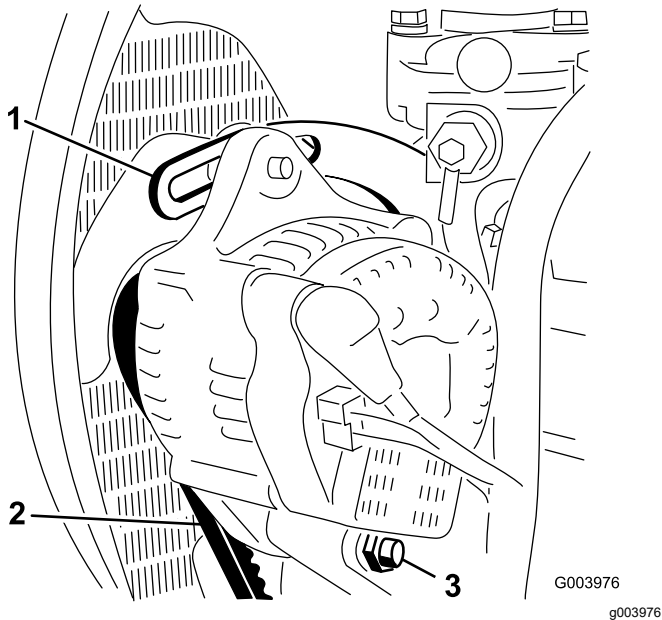

Bild 74
2. Prüfen Sie die Spannung des Lichtmaschinen-riemens, indem Sie eine Kraft von 10 kg in der Mitte zwischen der Lichtmaschine und den Riemenscheiben der Kurbelwelle ansetzen (**Bild 74**).
3. Lockern Sie die Schraube, mit der die Strebe am Motor befestigt ist (**Bild 74**) sowie die Schraube, mit der die Lichtmaschine an der Strebe und der Drehschraube befestigt ist.